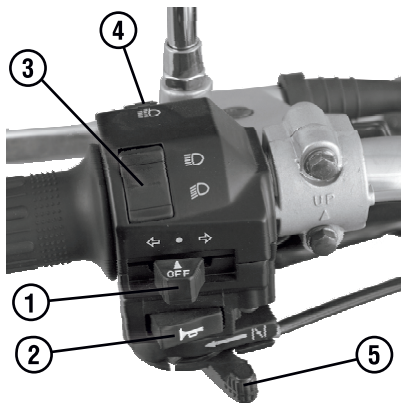

Рис. 5 Блок переключателей на руле левый
**Переключатель указателей поворотов** (рис. 5, поз. 1). Для включения указателей сдвиньте рычажок вправо или влево от среднего положения и отпустите его. При этом начнут мигать указатели поворотов и лампа-индикатор на панели приборов, а рычажок вернется в среднее положение. Для прекращения работы указателей нажмите на рычажок, не перемещая его из среднего положения.
**Переключатель света фары** (рис. 5, поз. 3) имеет два фиксируемых положения:
**Кнопка звукового сигнала** (рис. 5, поз. 2). В случае необходимости подачи звукового сигнала нажмите на кнопку.
**Клавиша светового сигнала** (рис. 5, поз. 4). В случае необходимости подачи кратковременного светового сигнала дальним светом фары нажмите на клавишу.
**Рычажок топливного корректора (пускового обогатителя)** (рис. 5, поз. 5). Для запуска холодного двигателя поверните рычажок топливного корректора в левое положение. Запустите и прогрейте двигатель до тех пор, пока он не будет устойчиво работать на холостых оборотах и быстро, без «провалов» набирать обороты при повороте рукоятки управления дросселем. В процессе прогрева переведите рычажок топливного корректора в исходное правое положение.
Включите нейтральную передачу. Убедитесь, что боковой упор убран. Перед запуском холодного двигателя поверните рычажок топливного корректора (рис. 5, поз. 5) в крайнее левое положение, затем вставьте ключ в замок зажигания, поверните его по часовой стрелке в положение  и, убедившись, что контрольная лампа нейтральной передачи горит, нажмите на кнопку пуска двигателя (электростартера) .